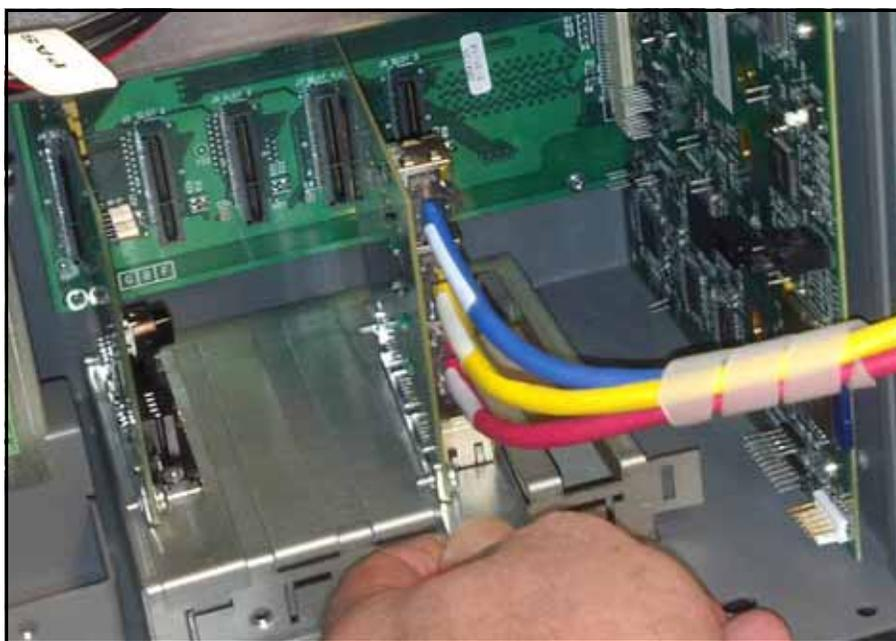

Figura 11. Instale o módulo ethernet na ranhura 4
3. Instale o módulo de interface ethernet do TLS-450PLUS na ranhura 4 (ver Figura 11).